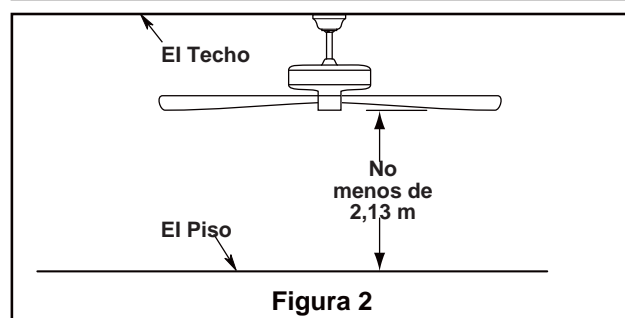

Figura 2
Debe colgar el ventilador a una distancia mínima de 2,13 m desde las aspas hasta el piso. (Figura 2)
1. Conecte los cables verdes desde el soporte colgante y la bola colgante en el cable desnudo (toma de tierra) utilizando el conector de cables suministrado. Conecte el cable negro desde la unidad del receptor marcado "AC IN L" al cable negro de suministro de electricidad utilizando el conector de cables suministrado. Conecte el cable blanco desde la unidad del receptor marcado "AC IN N" al cable blanco de suministro de electricidad utilizando el conector de cables suministrado. Conecte el cable blanco desde la unidad del receptor marcado "TO MOTOR N" al cable blanco del ventilador utilizando el conector de cables suministrado con el receptor. Conecte el cable blanco desde la unidad del receptor marcado "TO MOTOR L" al cable blanco del ventilador utilizando el conector de cables suministrado con el receptor. Por último, conecte el cable azul del receptor al cable azul de la luz del ventilador utilizando el conector de cables suministrado. Coloque todos los cables conectados y la antena del receptor para permitir la instalación de la cubierta del techo. (Figura 2)